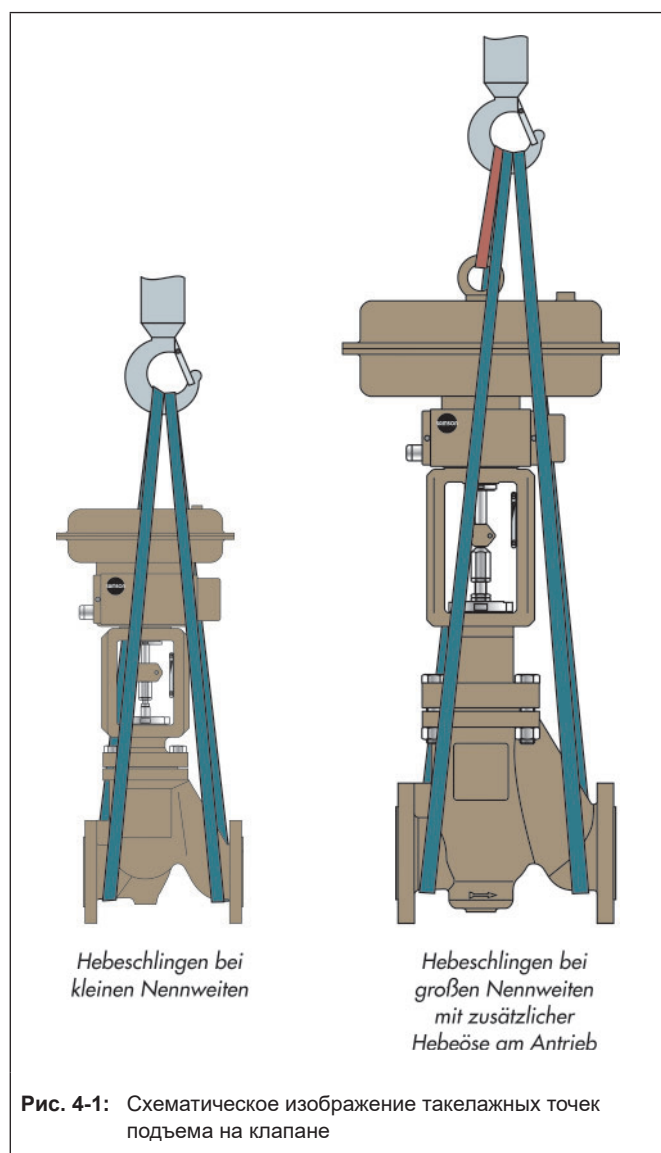

Рис. 4-1: Схематическое изображение такелажных точек подъема на клапане
- ⇒ Используйте крюк с предохранительным фиксатором в качестве несущего средства, чтобы грузозахватное приспособление не могло соскользнуть с крюка во время подъема и транспортировки, см. Рис. 4-1
- ⇒ Прикрепите по одной подъемной петле к фланцам корпуса и несущему средству (например, крюку) крана или вилочного погрузчика, см. рис. 4-1.